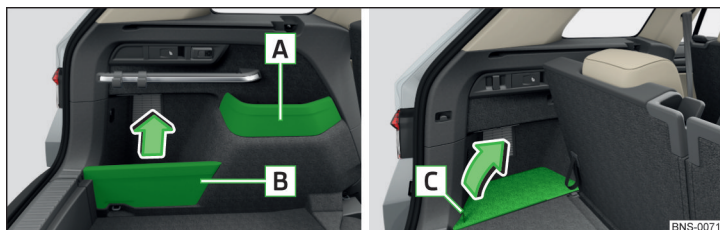

Abb. 135 Seitenablage herausnehmen / Seitenfach öffnen
Das fest verbaute Ablagefach **A** ist zum Ablegen von kleinen Gegenständen bis zu einem Gesamtgewicht von 1,5 kg vorgesehen » **Abb. 135**.
- Die Ablagefachabdeckung **B** in Pfeilrichtung **abnehmen** » **Abb. 135**.
- Zum **Öffnen** an der Schlaufe **C** in Pfeilrichtung ziehen » **Abb. 135**.